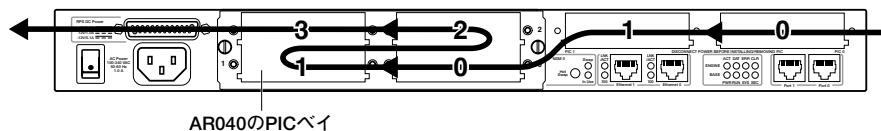

図 4.5.1：物理インターフェース番号の順番
- ・ インターフェース番号は、図 4.5.1 の矢印の向きに大きくなります。
- ・ 同一の PIC を複数取り付け付けた場合、同一の PIC のインターフェース番号は、図 4.5.1 の矢印の向きに沿って 1 ずつ増加します。